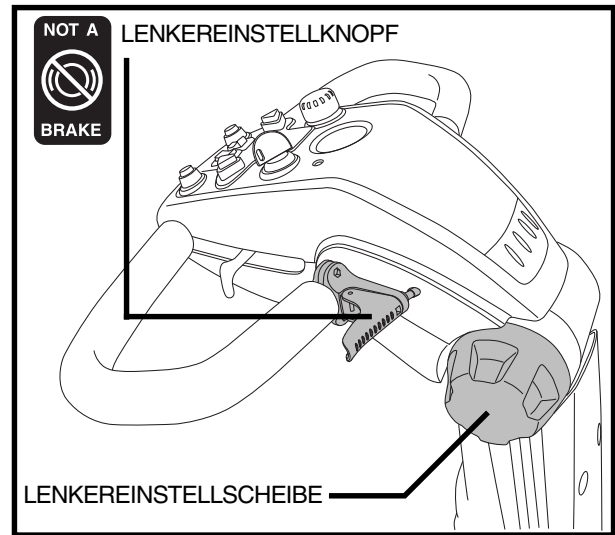

Abb. 14. Einstellung des Lenkers
1. Drücken Sie den Lenkereinstellknopf. **Siehe Abb. 14.**
1. Lösen Sie die Lenkereinstellscheibe (gegen den Uhrzeigersinn) und bewegen Sie die Lenkerkonsole nach oben oder unten in eine für Sie angenehme Fahrposition. **Siehe Abb. 14.**